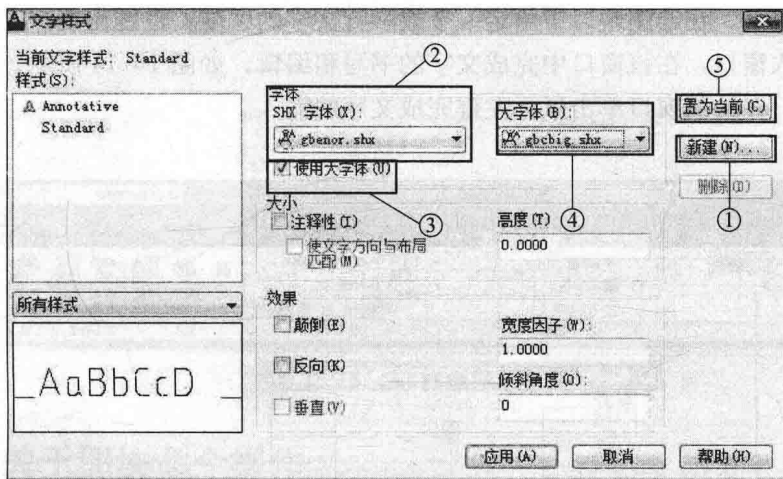
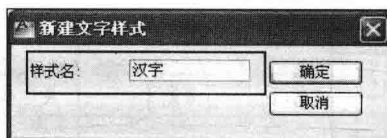

图 1-12 “文字样式”对话框
图 1-13 “新建文字样式”对话框
系统弹出“文字样式”对话框如图 1-12 所示。
在“文字样式”对话框中，文字样式默认为 Standard（标准）。为符合我国国家标准，应重新设置文字的样式。单击图 1-12 “文字样式”对话框中①处的“新建”按钮，系统出现“新建文字样式”对话框，如图 1-13 所示。在图 1-13 “样式名:”框中输入新名称，如“汉字”，单击“确定”。
在图 1-12 所示“文字样式”对话框②“字体”选项区域中，单击 按钮，从下拉列表里选字体格式。在“字体名 (F)”选项中选 gbenor.shx（书写直立字体），并在图 1-12 对话框③处“使用大字体 (U)”前的方框内打“√”；在图 1-12 对话框④处“大字体 (B)”选项中选 gbcbig.shx。单击图 1-12 对话框⑤处的“置为当前 (C)”按钮，再单击“关闭 (C)”按钮。